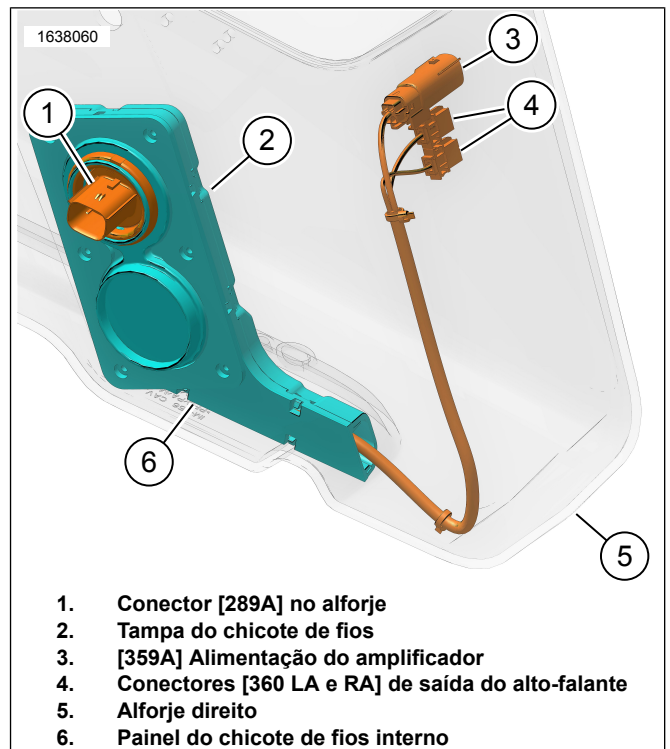
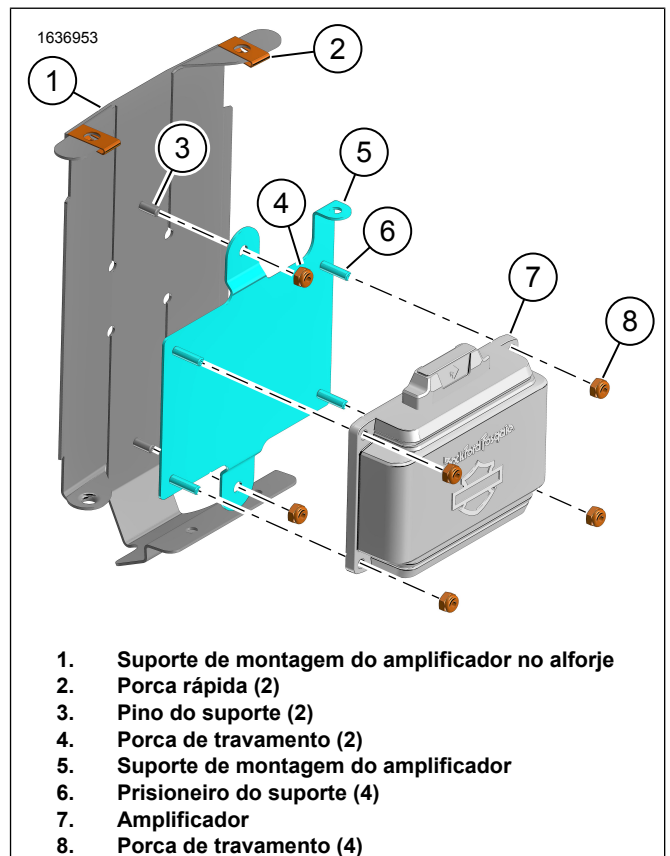
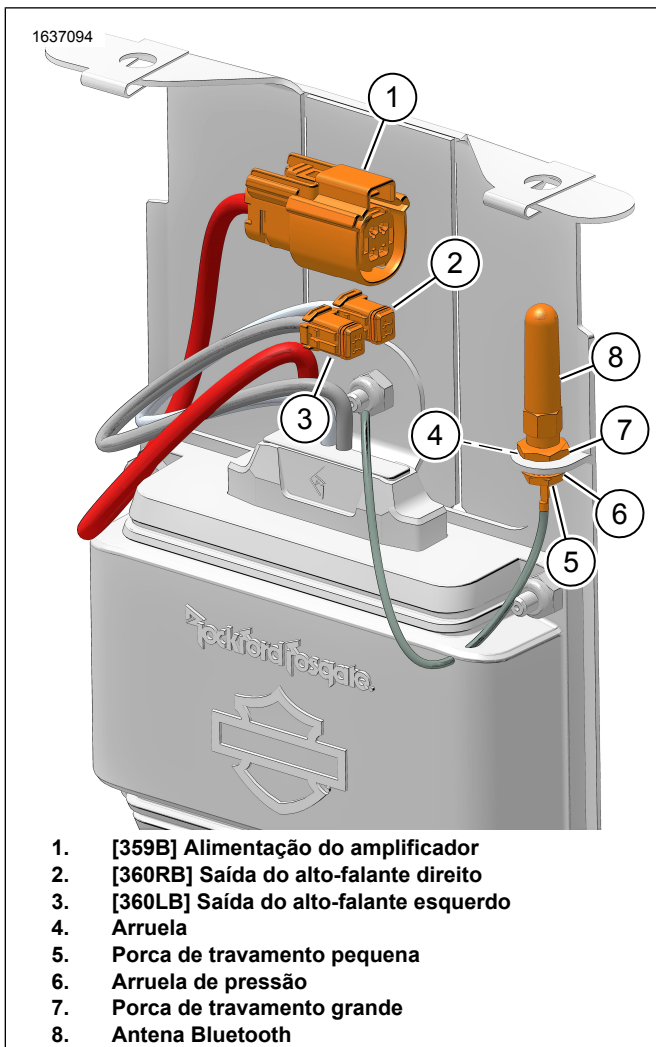
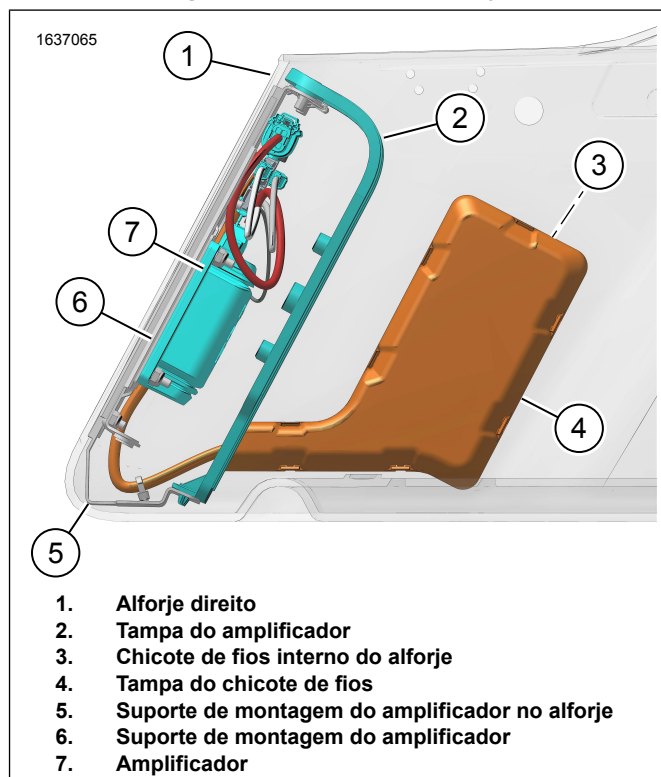

Figura 8. Chicote de fios interno 69202871
Figura 9. Suporte de montagem de amplificador
Figura 10. Conjunto do amplificador
Figura 13. Chicote de fios do alforje com amplificador
8. Figura 8 Instale o chicote de fios interno conforme mostrado.
- a. Instale a tampa do chicote de fios (2).
9. Figura 10 Monte a antena.
- a. Instale a arruela de pressão pequena (5) e a arruela de pressão (4) na base da antena.
- c. Instale a arruela (4) e a porca de travamento grande (7). Aperte o conjunto.
10. Figura 9 Monte o suporte de montagem do amplificador.
- a. Instale as porcas rápidas (2).
- b. Instale o suporte de montagem do amplificador (5) no prisioneiro do suporte (3).
- c. Instale a porca de travamento (4). Aperte.
- d. Instale o amplificador (7).
- e. Instale a porca de travamento (4). Aperte.
11. Figura 13 Instale o conjunto do suporte de montagem do amplificador.
14. Veja Figura 8 e Figura 10 . Conecte o chicote de fios interno ao conjunto do amplificador.
15. Veja a figura 10. Conecte os fios do alto-falante direito ao conjunto do amplificador.
Veja Figura 8 e Figura 10 . Conecte o chicote de fios interno ao conjunto do amplificador.